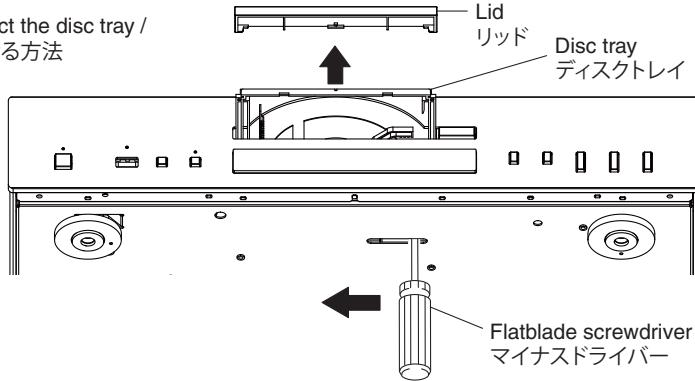

Fig. 1
- Remove 4 screws (①) and 2 screws (②). (Fig. 1)
- Remove the top cover. (Fig. 1)
- ① のネジ 4 本、② のネジ 2 本を外します。 (Fig. 1)
- トップカバーを取り外します。 (Fig. 1)
- Using a flatblade screwdriver, move the slider at the bottom in the direction of the arrow shown above. (Fig. 1)
Open the disc tray, remove the lid and close the disc tray. (Fig. 1)
- Remove 2 screws (③). (Fig. 1)
- マイナスドライバーで底面のスライダーを上図の矢印の方向に動かします。 (Fig. 1)
ディスクトレイを開けてリッドを取り外し、ディスクトレイを閉じます。 (Fig. 1)
- ③ のネジ 2 本を外します。 (Fig. 1)
- d. Remove CB6, CB304, CB803 and CB807. (Fig. 1)
- e. Release 2 hooks and then remove the front panel ass'y. (Fig. 1)
- d. CB6、CB304、CB803、CB807 を外します。 (Fig. 1)
- e. フック 2箇所を外し、フロントパネル ASSY を取り外します。 (Fig. 1)